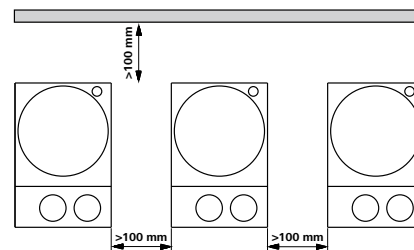

Fig. 3
- Respeite as distâncias mínimas entre os aparelhos, entre o aparelho e a parede e por cima da estrutura (mín. 800 mm), ver Fig. 3.